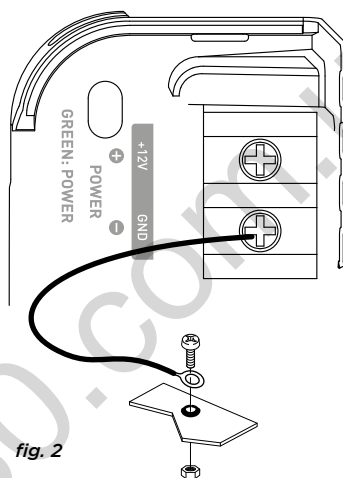

fig. 2
- 10 - Préparer la masse du châssis en grattant toute trace de peinture sur la surface métallique, afin d'assurer une bonne mise à la masse. Les connexions de masse doivent être aussi courtes que possible et TOUJOURS connectées à du métal soudé à la carrosserie ou au châssis du véhicule (*fig. 2*). Le point de masse généralement retenu est celui assurant la liaison entre la borne négative de la batterie et le châssis du véhicule.
3.3.2 - Se munir du câble d'alimentation négatif (-). Ce câble doit être le plus court possible et ne doit idéalement pas dépasser 1 mètre, afin d'assurer une parfaite liaison entre l'amplificateur et le châssis du véhicule. Le câble et sa section doivent être conformes au tableau en 3.1. Trouver un point de masse adéquat, puis le poncer pour enlever toute trace de peinture ou autre vernis et ainsi optimiser la qualité du contact. Percer la tôle préalablement poncée au diamètre correspondant à la vis choisie en s'assurant qu'aucun passage de câbles réservoir ou autre organe sensible du véhicule ne soit à proximité. Sertir la cosse noire fournie sur l'extrémité du câble. Visser fermement la cosse sur la borne GND de votre amplificateur FDS (*fig. 2*). Etamer l'autre extrémité puis sertir ou souder sur la cosse prévue à cet effet. Insérer la cosse dans la vis, puis mettre la vis et son écrou en place et visser fermement. (*fig. 2*)